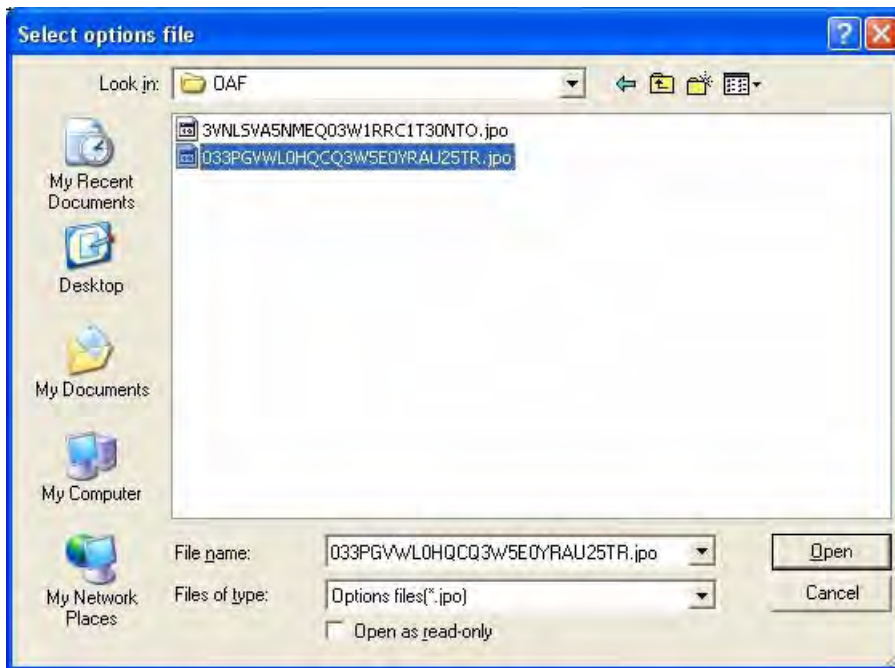

Рисунок 5-9. Загрузка OAF
3. Найдите папку, в которой хранится новый файл авторизации опций. Такой файл имеет расширение *.jpo*, и он уникален для каждого приемника (Рисунок 5-9).